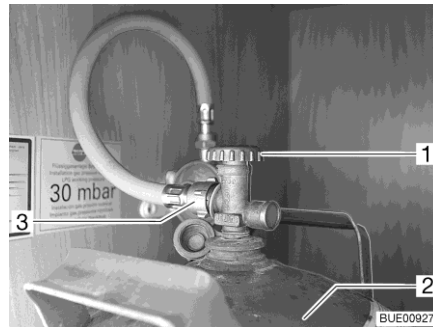

Fig. 174 Vano portabombole
- Chiudere la valvola principale di arresto (Fig. 174,1) della bombola del gas (Fig. 174,2). Osservare la direzione della freccia.
- Svitare il tubo del gas (Fig. 174,3) dalla bombola del gas.